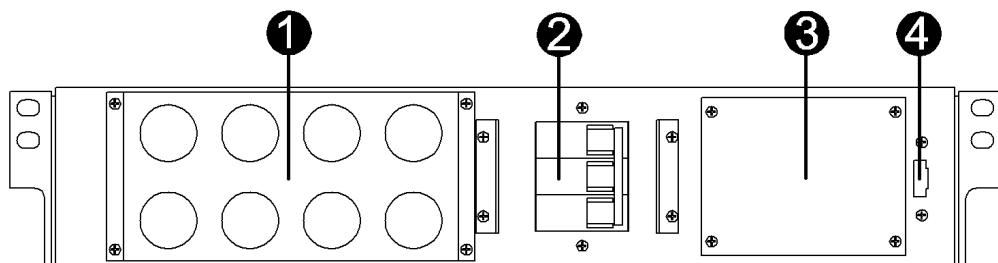

Рисунок 1 – Передняя панель модуля MBS 3/3 10K
- снять защитную крышку клеммной колодки 1 (см. рисунок 1) модуля, снять аналогичную защитную крышку ИБП;
- убедиться в надежности присоединения проводников, установить защитную крышку клеммной колодки **1** (см. рисунок 1) модуля и аналогичную защитную крышку ИБП, затянуть фигурные гайки кабельных вводов защитной крышки ИБП (при их наличии);
- соединить сигнальным кабелем из комплекта поставки модуля разъем «Порт контроля» **4** (см. рисунок 1) модуля с разъемом «Порт контроля Uвых» ИБП, закрутить винты разъемов сигнального кабеля.
- убедиться, что автоматический выключатель **2** (см. рисунок 1) модуля находится в выключенном состоянии;
- снять защитную крышку переключателя обводной цепи **3** (см. рисунок 1) модуля, убедиться, что переключатель обводной цепи модуля находится в положении «UPS», установить защитную крышку на место;
- включить автоматический выключатель **2** (см. рисунок 1) модуля;
- снять защитную крышку переключателя обводной цепи **3** (см. рисунок 1) модуля; если предыдущий пункт не был выполнен, то при снятии защитной крышки срабатывает концевой выключатель модуля, сигнал с него транслируется посредством сигнального кабеля в ИБП, и ИБП принудительно переключается на встроенную обводную цепь;
- отключить автоматический выключатель **2** (см. рисунок 1) модуля, дождаться полного выключения ИБП.
- включить автоматический выключатель **2** (см. рисунок 1) модуля, при этом напряжение сети подается на вход ИБП, и ИБП должен перейти в режим работы по встроенной обводной цепи;
- установить защитную крышку переключателя обводной цепи **3** (см. рисунок 1) модуля на место;
- выключить автоматический выключатель **2** (см. рисунок 1) модуля;